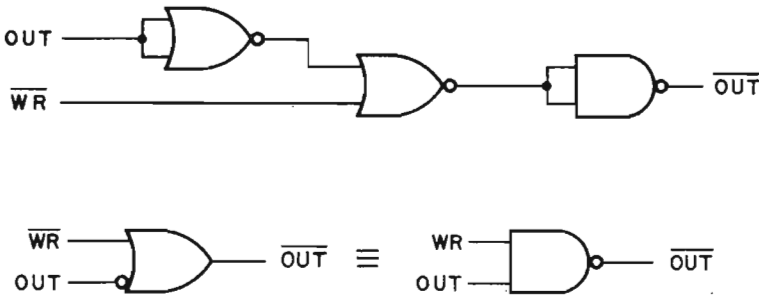

Fig. 6-13. Circuiteria logica per la generazione del segnale di controllo \overline{OUT}
Notate che in nessun altro momento il bit di stato OUT si trova a livello logico 1. Questa condizione vi permette unicamente di determinare due importanti condizioni che si verificano simultaneamente: (1) il codice dispositivo di I/O è presente sotto forma di due byte a 8 bit identici sul bus degli indirizzi di memoria a 16 bit, e (2) i contenuti dell'accumulatore sono presenti sul bus di dati bidirezionale esterno a 8 bit. Queste condizioni si verificano *solo quando sul bit di stato OUT viene effettuato un latch a livello logico 1*. Chiaramente, il bit di stato OUT si può usare per generare gli impulsi di selezione dispositivo che possono fornire impulsi di strobe dall'accumulatore ad uno specifico dispositivo di uscita. Nella Fig. 6-8 è disegnata una freccia verticale verso il fondo della figura per indicare il momento in cui sui dati in uscita dall'accumulatore può essere effettuato un latch da parte di un dispositivo esterno. Un microcomputer 8080 genererà un impulso OUT di 500 ns nel periodo in cui il bit di stato OUT è a livello logico 1. Nella Fig. 6-13 vedete l'insieme di circuiti logici usati per questo, cioè un semplice gate NAND a due ingressi che viene abilitato solo quando WR e OUT sono entrambi a livello logico 1. L'ampiezza d'impulso di 500 ns è una conseguenza dell'ingresso WR che rimane a livello logico 0 solo per 500 ns, come si può vedere nella Fig. 6-7.